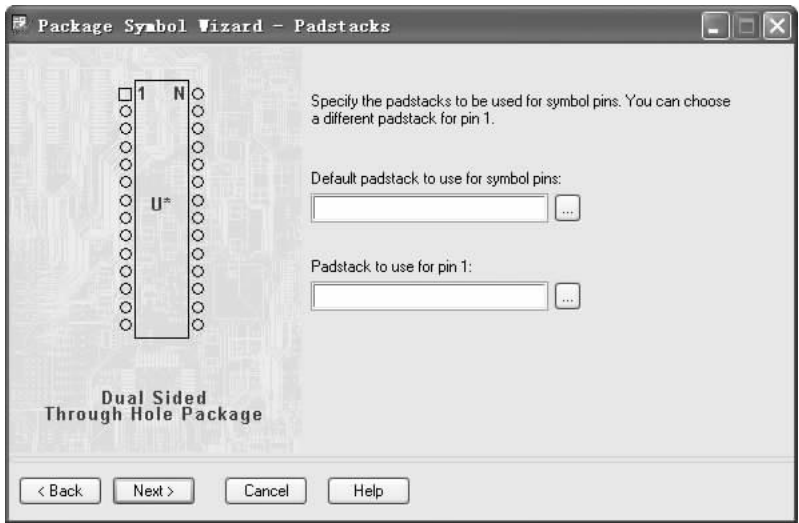

图 9-14 “Package Symbol Wizard – Padstacks” 对话框
5. 完成参数设置后，单击 **Next >** 按钮，弹出 “Package Symbol Wizard – Padstacks” 对话框，如图 9-14 所示，选择要使用的焊盘类型。